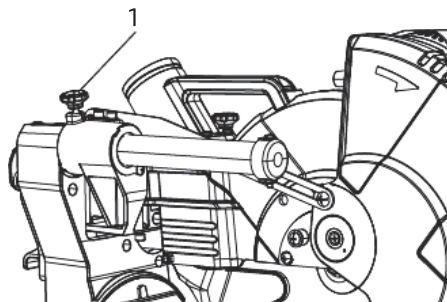

Рис. 35
1. Для пиления малоразмерных заготовок сдвинуть режущий блок полностью назад и заблокировать фиксирующую рукоятку выдвижной каретки (1) (рис. 35).
2. Для пиления досок шириной до 310 мм фиксирующая ручка каретки (1) должна быть разблокирована, чтобы режущий блок мог свободно перемещаться.